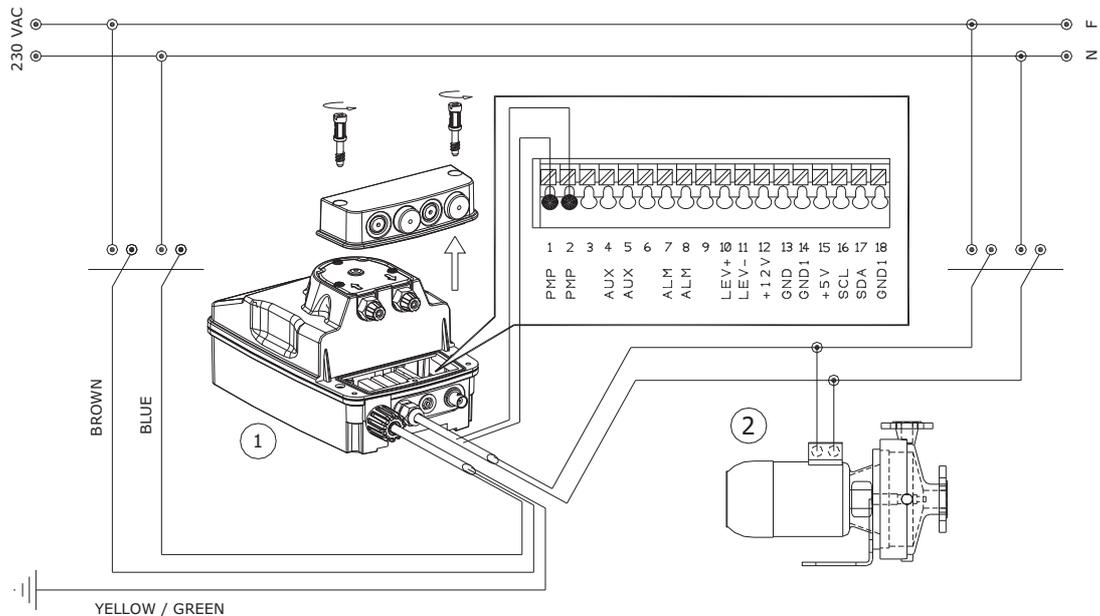

Fig. 2
- b. - Respetar las normas en vigor en los diferentes países por lo que se refiere a la instalación eléctrica (Fig. 2).